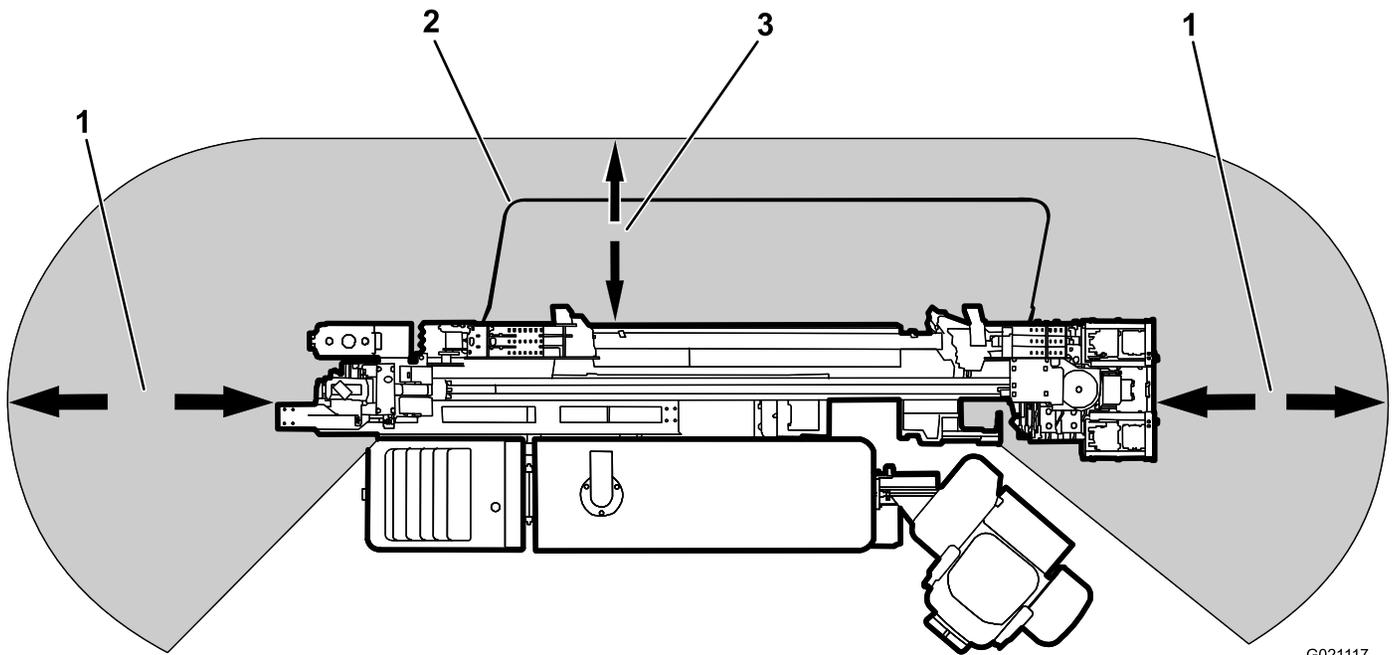

Bild 4
- Vor dem Bohren stets den Schutzbügel senken (Bild 4).